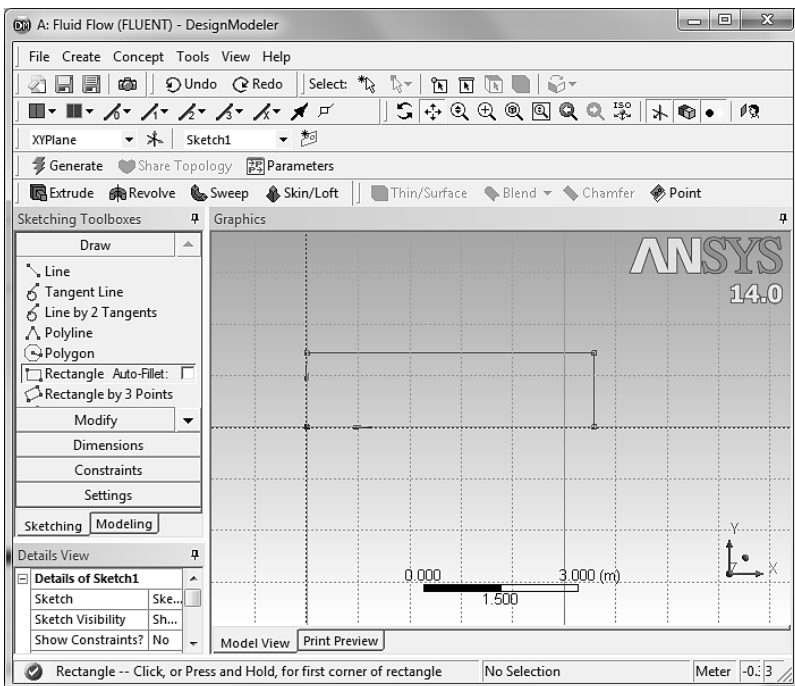

Рис. 1.12
- 6) На панели Sketching Toolboxes выберите Rectangle. На панели Graphics создайте прямоугольник, кликая левой кнопкой мыши в начале координат и, затем, где-нибудь в первом квадранте плоскости XY. Если курсор вести вдоль одной из осей, то рядом с курсором появляется буква С, если курсор поместить в начало координат, то рядом с ним появляется буква Р. Приблизьте рисунок, вращая колесико мышки, и сдвиньте его влево, рис. 1.12.